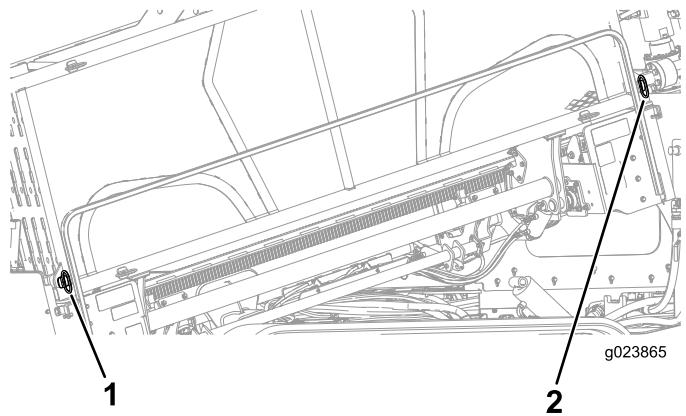

Bild 60
- Nehmen Sie die unteren und oberen Stifte aus dem Rohrhalter (Bild 60).